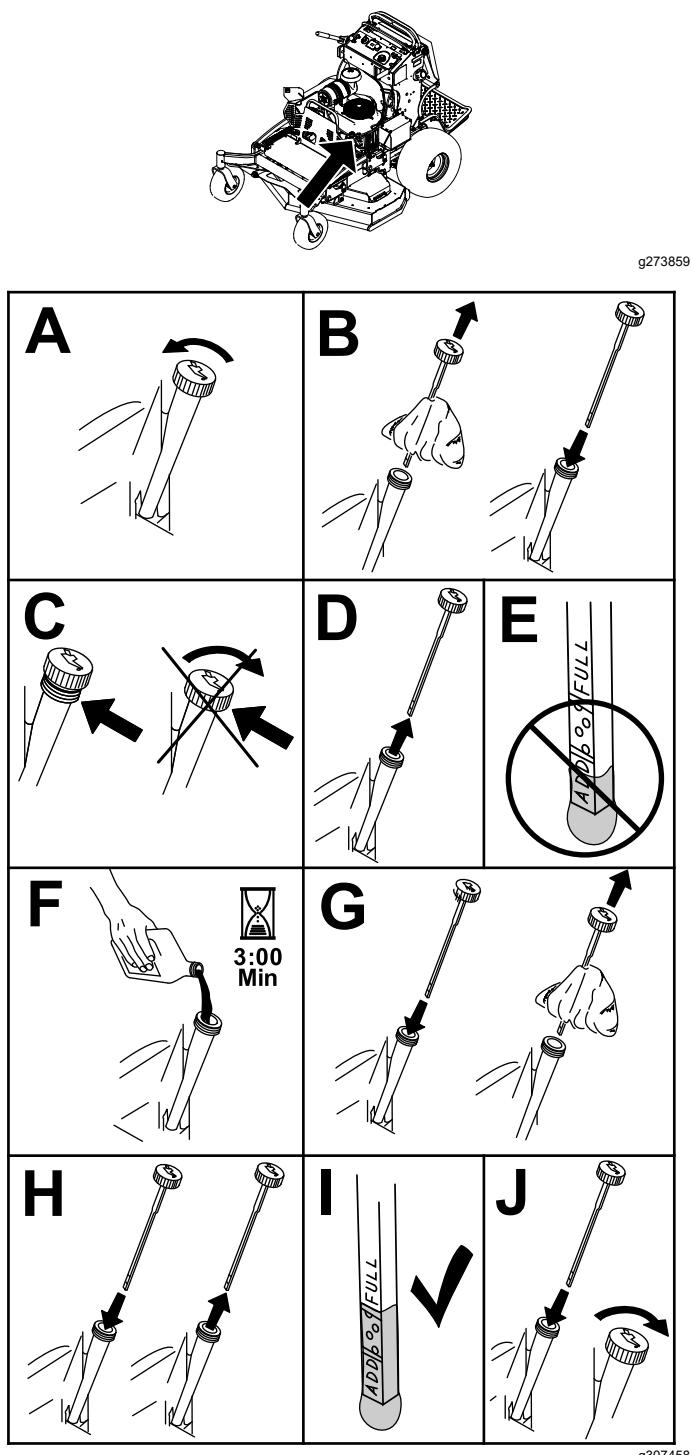

Bild 51
3. Kontrollieren Sie den Ölstand wie in (Bild 51) gezeigt.